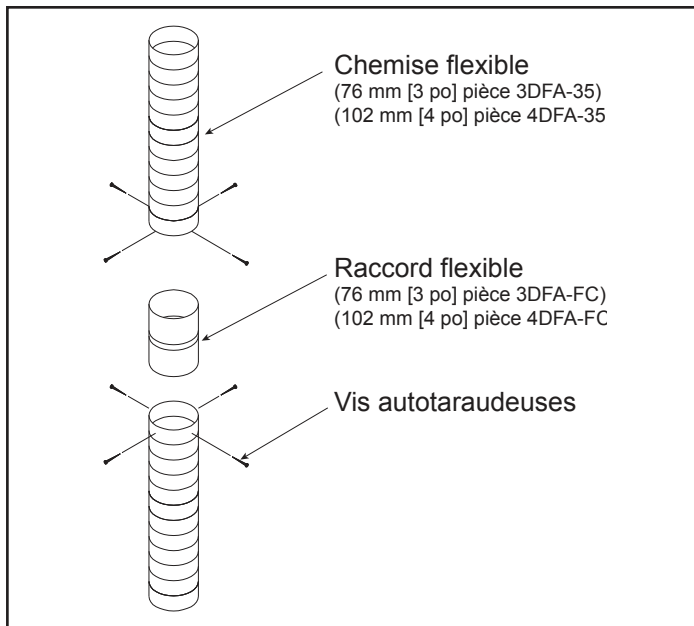

Figure 4.25
7. Si des longueurs supplémentaires de chemise flexible sont nécessaires pour correspondre à la hauteur de la cheminée, utilisez un accouplement flexible pour joindre les sections de chemise. Connectez la doublure flexible à l'accouplement au moyen de quatre vis autotaraudeuses à chaque extrémité. Voir la Figure 4.25.